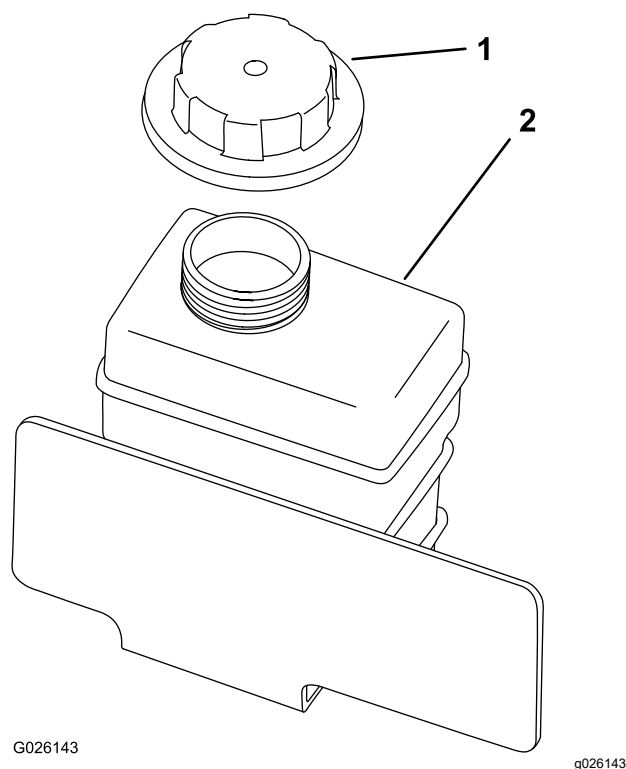

Figura 62
4. Retire el tapón del depósito auxiliar (Figura 62).